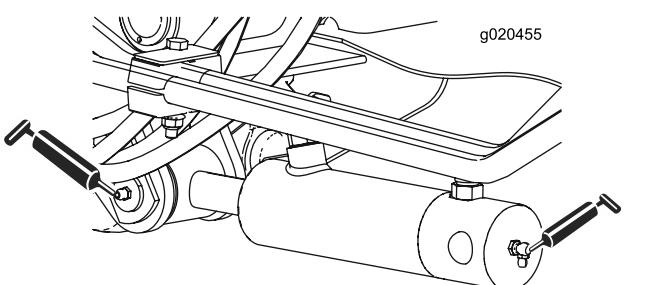

Figura 66
- Dois (cada lado) casquilhos do cilindro do braço de elevação (Figura 66)